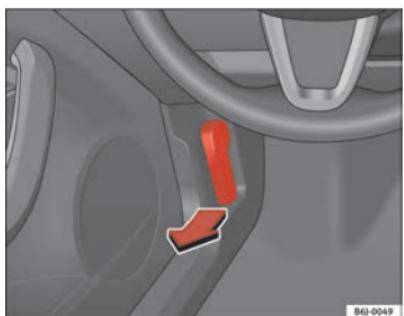

Fig. 116 Palanca apertura capó motor
- Tire de la palanca que se encuentra bajo el tablero de instrumentos ⇒ fig. 116 en el sentido que indica la flecha. El capó queda desbloqueado por la acción resorte del muelle ⇒ .